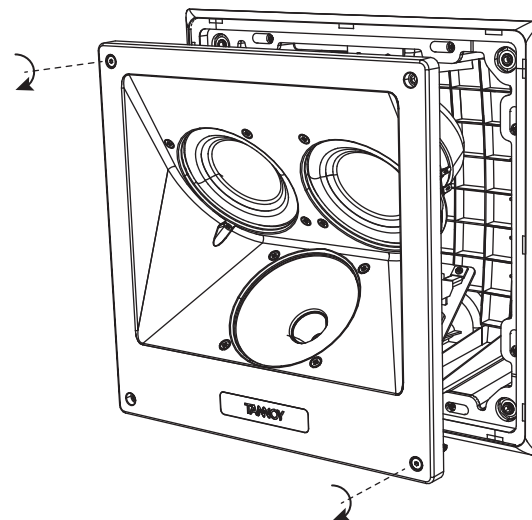

Fig. 20. Install the loudspeaker
3. Installera högtalaren i den bakre burken och fäst den på plats med skruvarna (Bild 20).